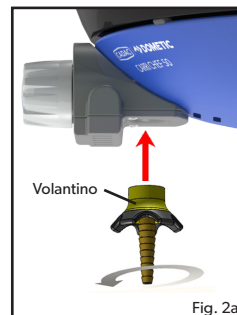

Fig. 2a
- **NOTA!** Quando si installa il raccordo, assicurarsi di tenerlo dritto quando si stringe il dado del raccordo in modo da evitare possibili perdite di gas. Stringere con una chiave adatta. (Fig. 2a)